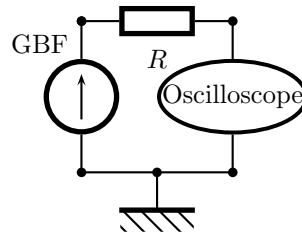

FIG. 3 – Oscilloscope en série !
16. On considère maintenant le montage de la figure 3. Cette façon de placer l'oscilloscope est très inhabituelle, comme vous pouvez le constater, puisqu'il est branché en série !... On utilisera par exemple la voie 1. Faire le schéma de ce montage en remplaçant l'oscilloscope par son modèle équivalent lorsqu'il est utilisé en mode DC. Que pensez-vous de l'impédance d'entrée de l'oscilloscope en DC lorsque la fréquence est de 100 Hz ? Dans ces conditions, donner l'expression de la tension mesurée sur l'oscilloscope  $U$  en fonction de  $E$  (fem du GBF),  $R$ ,  $R_e$ . Que vaut  $U$  dans le cas particulier où  $R = 0$  ?